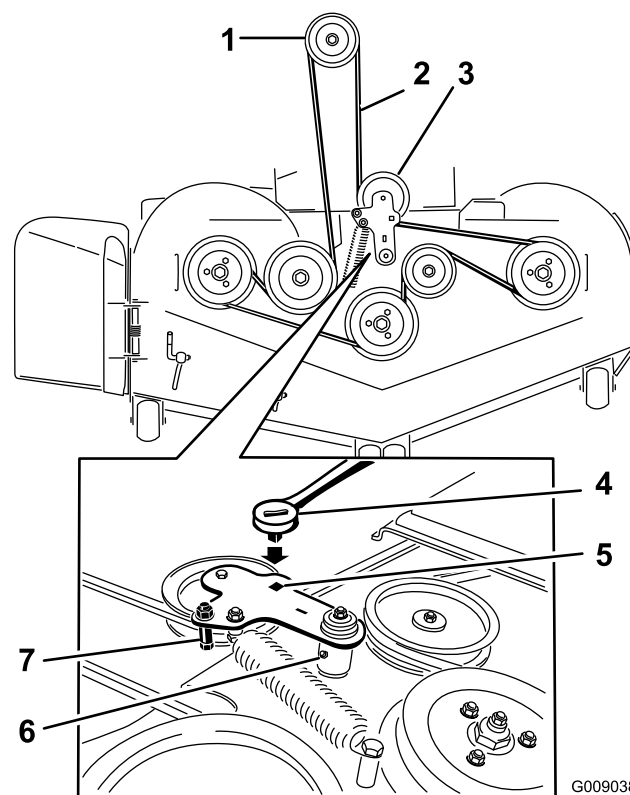

Figura 103
6. Eleve o painel do chão e insira um roquete no furo quadrado a meio da plataforma (Figura 103).
7. Rode o meio da plataforma no sentido contrário dos ponteiros do relógio e remova a correia do cortador (Figura 103).